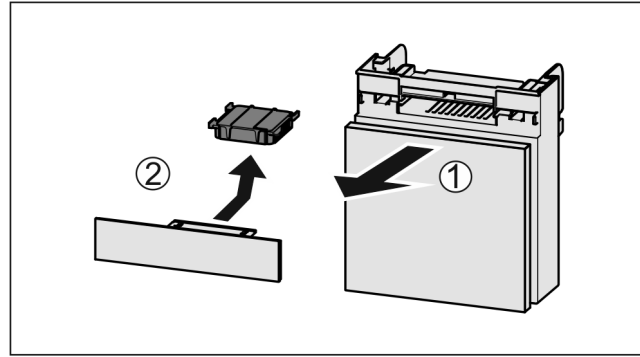

Fig. 26
- ▶ Rafı öne doğru dışarı çekin Fig. 26 (1).
- ▶ Aktif karbon filtresini çıkarın Fig. 26 (2).